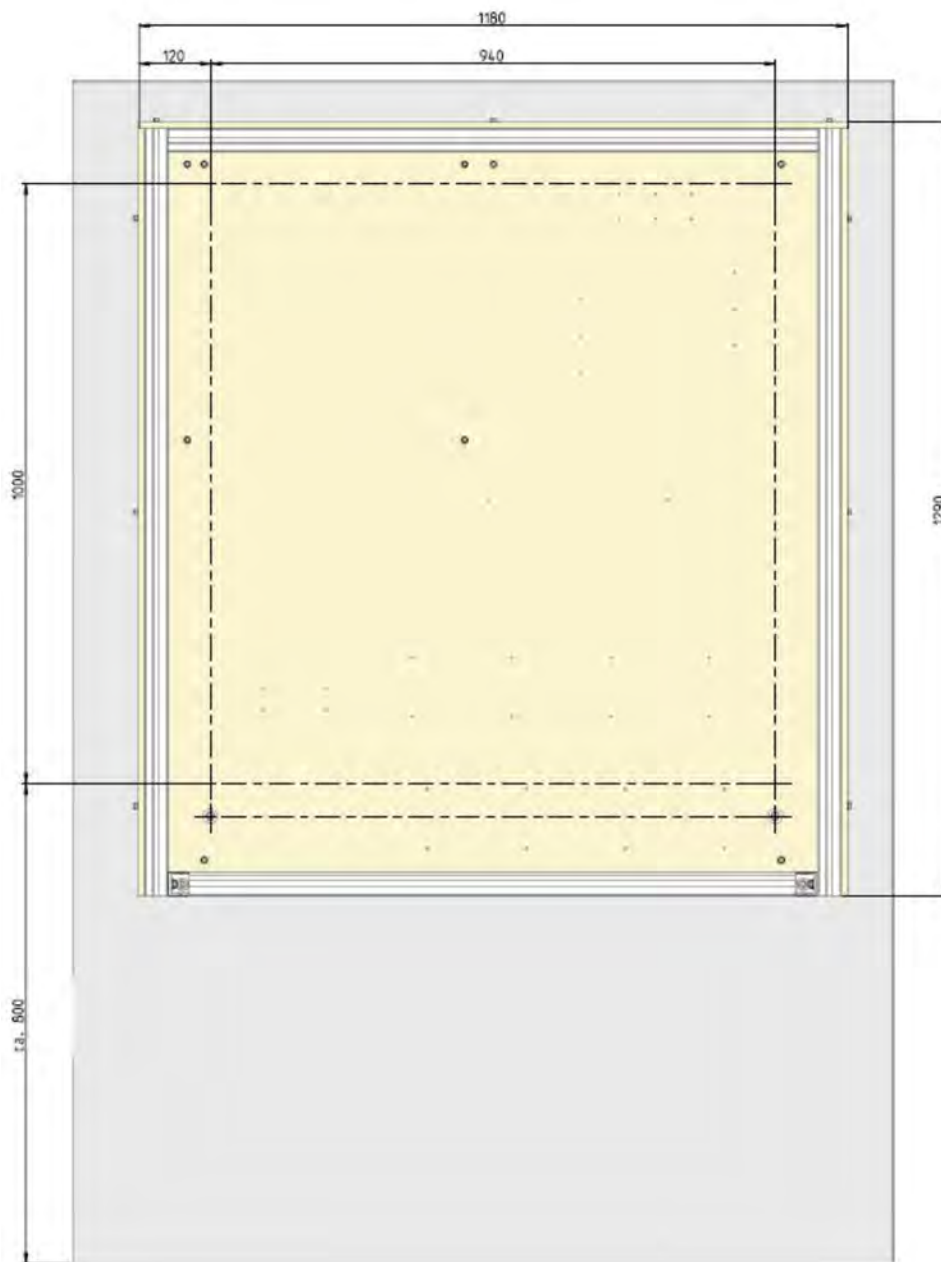

Fig. 13 : Schéma de montage
- 2.** ▶ Tracer au mur les perçages à réaliser conformément au schéma ↪ *Chapitre 6.3.1 « Schéma de montage » à la page 53, Fig. 13 .*